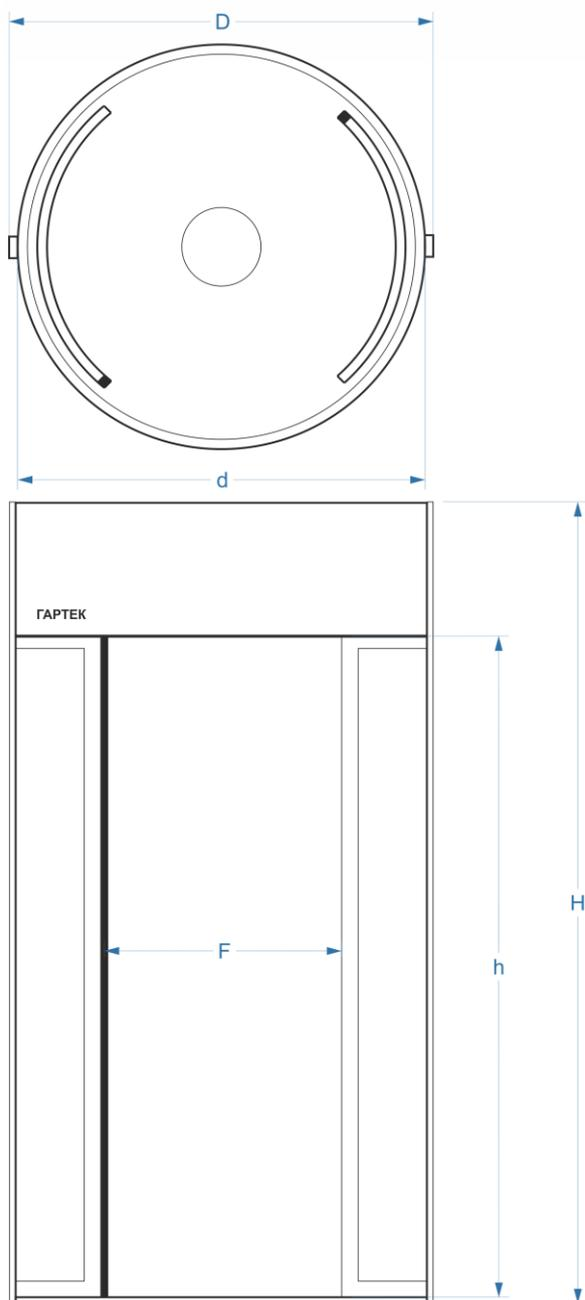

Рисунок 1. Габаритные размеры шлюзовой кабины ГарТек ЦАН - xxxx.
* Внешний вид и габаритные размеры шлюзовой кабины приведены на Рис. 1